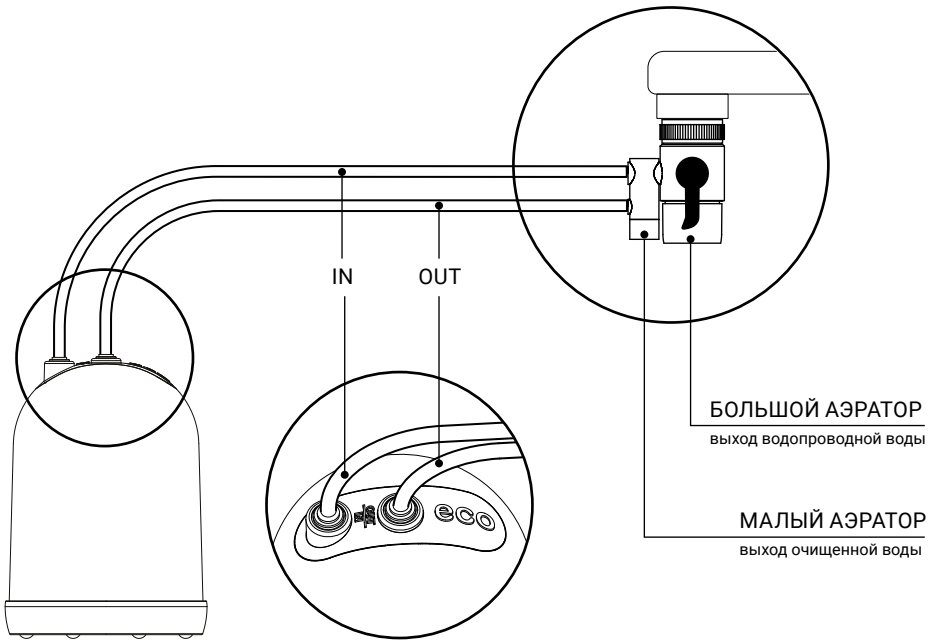

рис. 3
1. Пластиковую трубку от верхнего выхода из дивертора подключите к корпусу фильтра в фитинг с надписью "IN" (рис. 3). Для герметизации соединения приложите дополнительное усилие, при этом трубка утонится еще примерно на 3 мм и будет плотно обжата резиновым кольцом фитинга.
4. Аналогичным способом подключите пластиковую трубку от нижнего выхода из дивертора к корпусу фильтра в фитинг с надписью "OUT" (рис. 3).